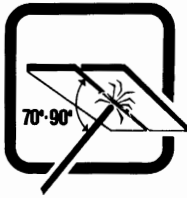

Abb. 14
**Stumpfschweisverbindungen in Überkopffosition (Abb. 14)**